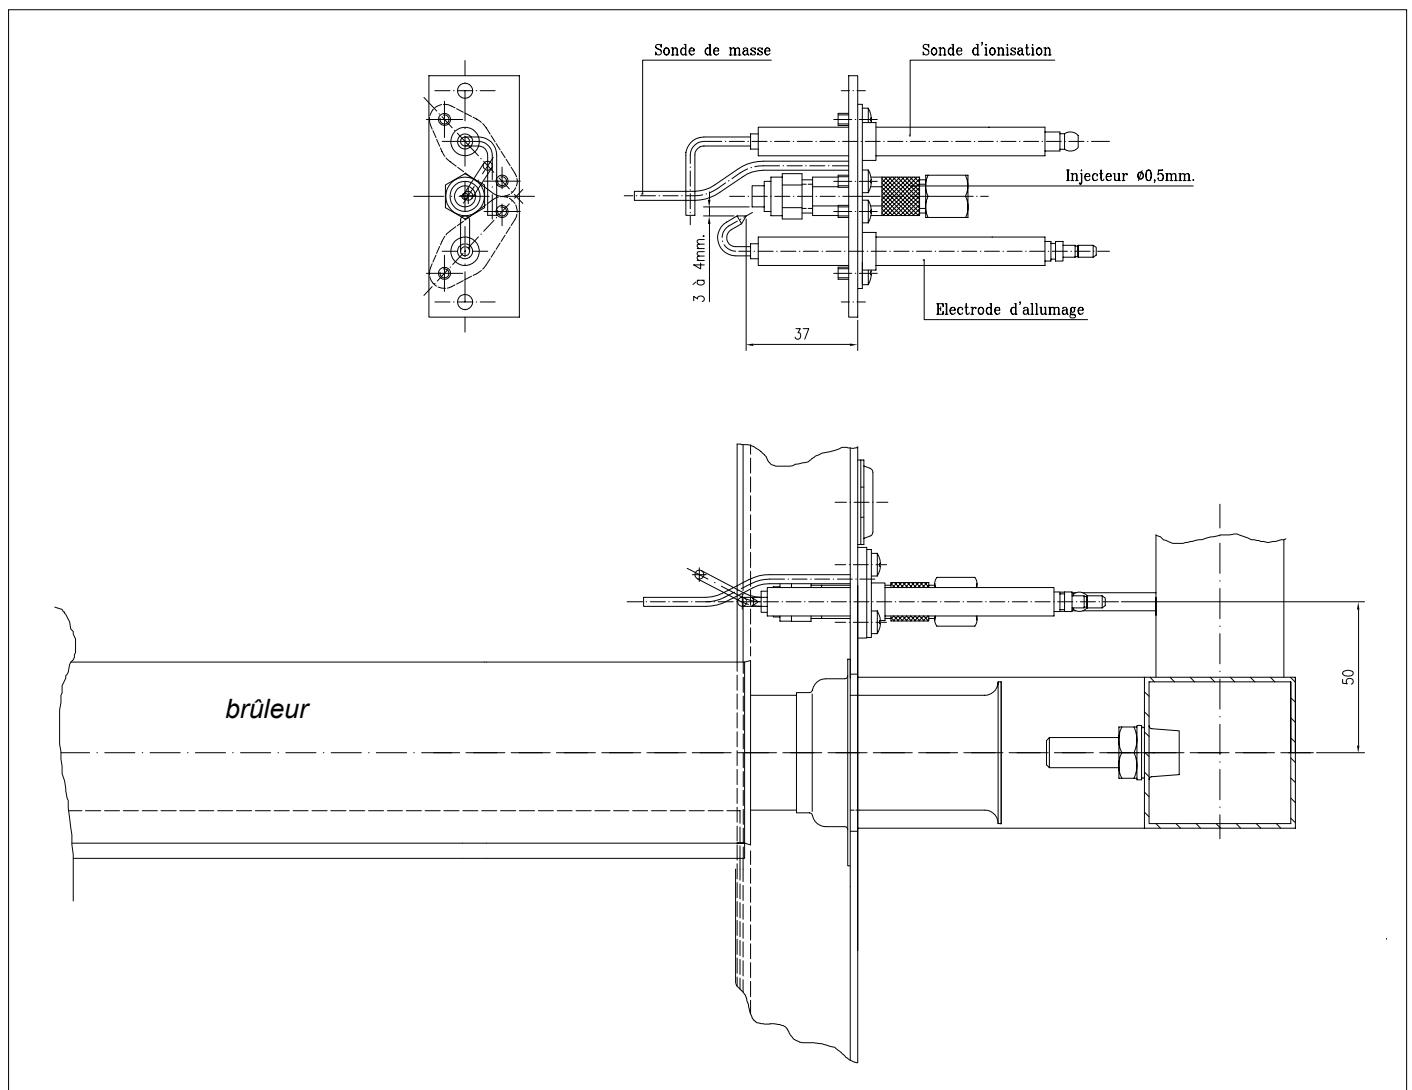

Fig. 12 Brûleur d'allumage
- l'électrode d'allumage (voir Fig. 12).